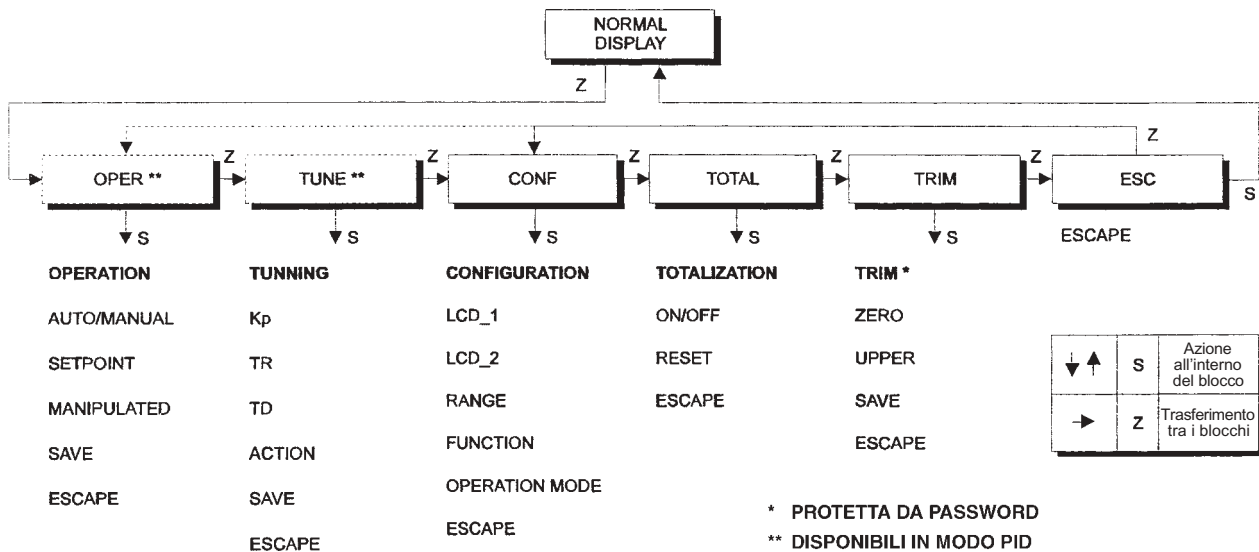

Fig. 4.2 - Diagramma a blocchi della Programmazione Locale - Menù principale
- Inserendo l' attrezzo magnetico in (Z), il trasmettitore passa dallo stato di normale misura a quello di configurazione. Il software inizia automaticamente e ciclicamente ad indicare le funzioni disponibili. Il gruppo di funzioni indicato dipende dal modo di funzionamento: Trasmettitore o Regolatore.
- Per cercare l'opzione desiderata, esplorare le opzioni, aspettare che siano indicate e spostare l'attrezzo magnetico da (Z) a (S). Per conoscere la posizione della opzione voluta, fare riferimento alla fig. 4.2 - Diagramma a blocchi dell'Aggiustaggio Locale. Rimettendo l' attrezzo nella posizione (Z), è possibile esplorare altre relative opzioni.
Il diagramma di programmazione ha una struttura ad albero. Inserendo l'attrezzo magnetico in (Z) è possibile selezionare le opzioni di una funzione, inserendolo in (S) vengono indicati i dettagli dell'opzione scelta. Il Diagramma a blocchi della programmazione locale in fig. 4.2 mostra le opzioni disponibili nell' LD301.